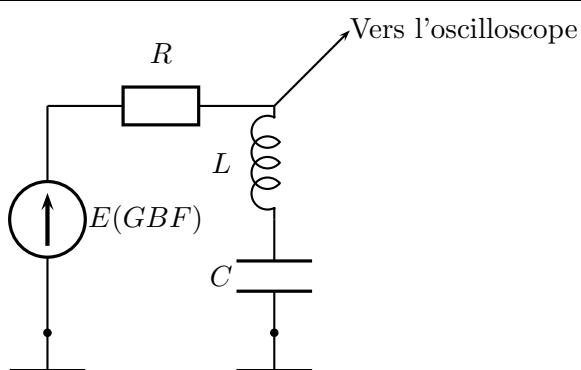

FIGURE 1 –
On alimente un circuit *RLC* série par un générateur de tension (cf figure 1). L'amplitude de la tension aux bornes de l'ensemble *LC*, visualisée à l'oscilloscope, passe par un minimum lorsque la fréquence du signal d'entrée varie.
- Réaliser le montage de la figure 1 avec $R = 10^4 \Omega$, $C = 10 \text{ nF}$ et $L = L_1$